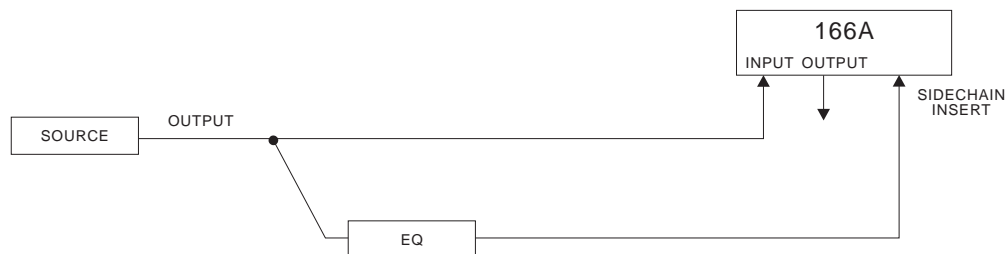

Figura 3: Compresión ponderada en función de frecuencia
presión ponderada, se debe enviar la misma señal al ecualizador y a la entrada (INPUT) del 166XL, y luego se debe conectar la salida del ecualizador al jack SIDECHAIN INSERT del 166XL. (Figura 3). Existen varias maneras de enviar la misma señal al INPUT del 166XL y al ecualizador: (1) se puede usar un cable de inserción conectado al jack del SIDECHAIN INSERT. La clavija SEND (envío) se dirige a la entrada del ecualizador. La clavija RETURN (retorno) se dirige a la salida del ecualizador; (2) se puede usar un cable en T para enviar la entrada de audio tanto a la entrada (INPUT) del 166XL como a la entrada del ecualizador; (3) se puede enviar la señal a uno de los jacks de INPUT del 166XL y usar el jack de INPUT paralelo del canal de compresión para alimentar el ecualizador (p. ej.: si la entrada de audio alimenta el jack de entrada tipo telefónico (tripolar) de 0,25 de pulgada del canal 1, utilice el jack XLR de INPUT del canal 1 para enviar la señal al ecualizador); (4) si la entrada de audio es capaz de dividir internamente su señal de salida (p. ej.: algunos sintetizadores pueden enviar la misma señal desde dos salidas), se puede conectar un cable a cada una de las salidas y luego conectar uno de éstos a la entrada (INPUT) del 166XL y el otro al ecualizador.